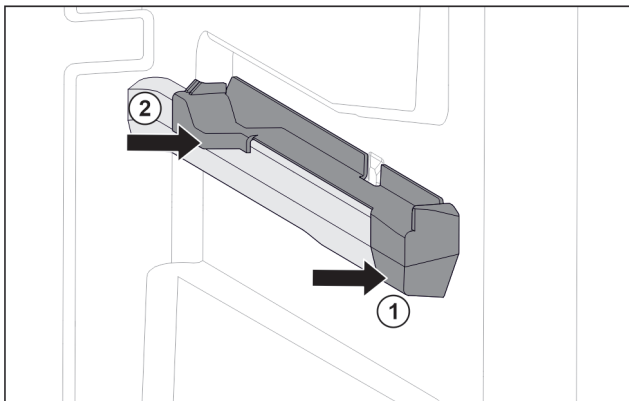

Fig. 72 Elemento inseribile sulla nervatura destra del contenitore
- ▶ Posizionare l'elemento inseribile sulla parte anteriore della nervatura del contenitore. Fig. 72 (1)
- ▶ Premere l'elemento inseribile sulla parte posteriore. Fig. 72 (2)